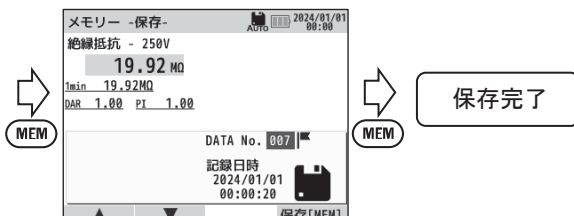

Fig. 15-2
- (2) メモリスイッチを短押し(1秒未満)しメモリ画面に移行します。(Fig. 15-2)
- (3) 必要場合はDATA No.の設定を行います。(Fig. 15-2)